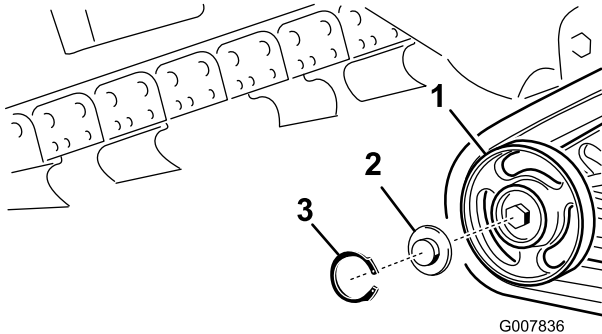

Figura 52
2. Retire la anilla a presión y el tapón de una de las ruedas de rodaje (Figura 52).
3. Compruebe la grasa que hay debajo del tapón y alrededor de la junta (Figura 52). Si está sucia, tiene arenilla o queda poca grasa, elimine toda la grasa, cambie la junta, y añada grasa nueva.
5. Coloque el tapón engrasado sobre la cabeza del perno (Figura 52).
6. Sujete el tapón de la rueda de rodaje con la anilla a presión (Figura 52).